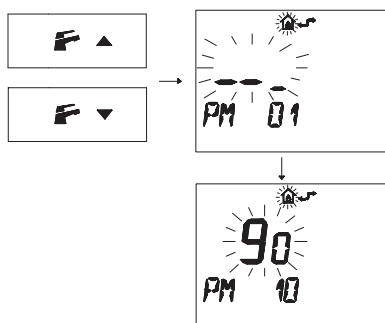

Figura 5.64
- Premere i pulsanti F▲ o F▼ per visualizzare la programmazione "PM10" selezione della frequenza di accensione (Figura 5.64).
Nella Figura 5.64 si visualizza un SET programmato di **90** corrispondente ad un tempo di riaccensione di 3 minuti circa.